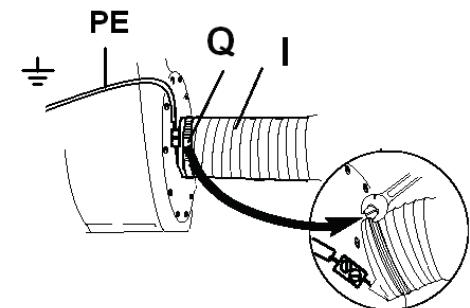

Рис. 4
- Приєднайте стальний дріт шлангу до жовто-зеленої дроту заземлення (PE, Рис.4). Це забезпечить захист від статичної електрики.
- Запуск та зупинка обладнання здійснюється магнітним вимикачем (F).